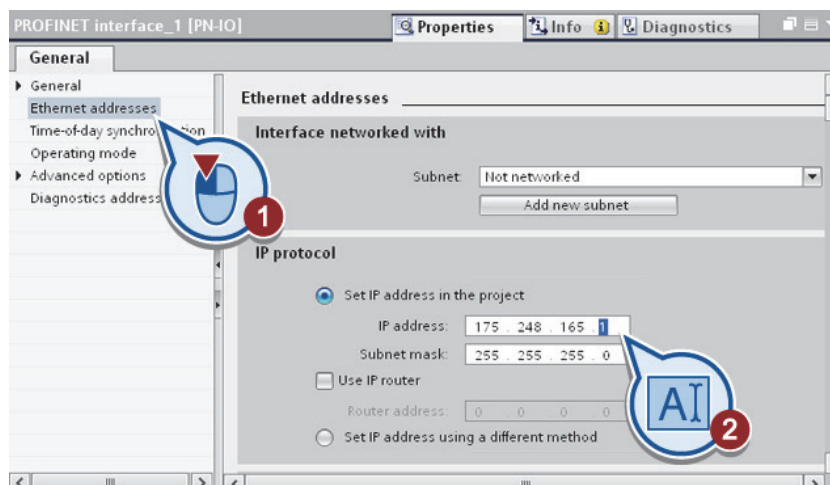

Рис. 1.8. Настройка интерфейса
- введите следующие IP-адреса в «IP protocol» под «Set IP address in the project»: «175.248.165.1» (рис. 1.8);